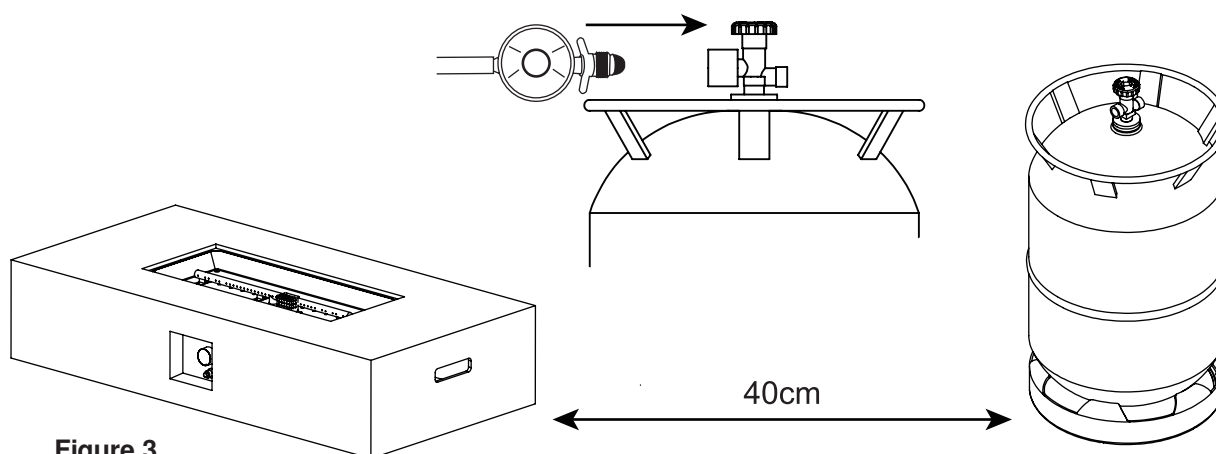

Figure 3
4. Podłącz regulator do zaworu butli gazowej i dokręć (zobacz Figure 3).